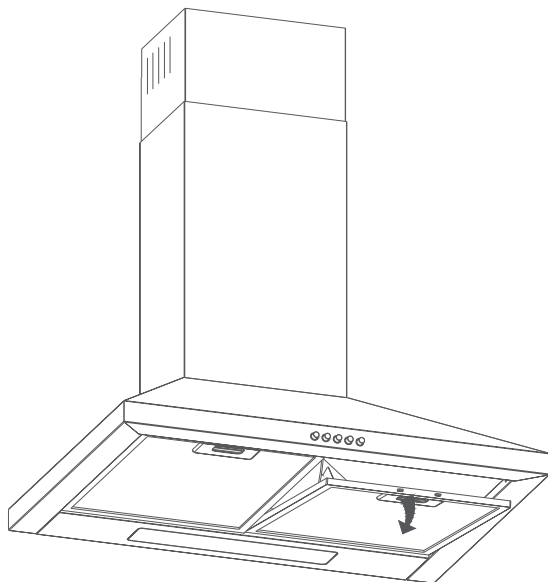

Рис. 11
- Извлеките алюминиевые жировые фильтры, как показано на Рис. 11.